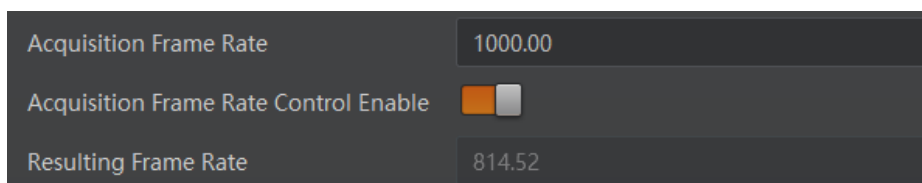

图4-2 帧率设置及查看
2. 启用 *Acquisition Frame Rate Control Enable* 参数，如图 4-2 所示。
相机最终帧率的大小可以通过 *Acquisition Control* 属性下的 *Resulting Frame Rate* 参数查看，如图 4-2 所示。